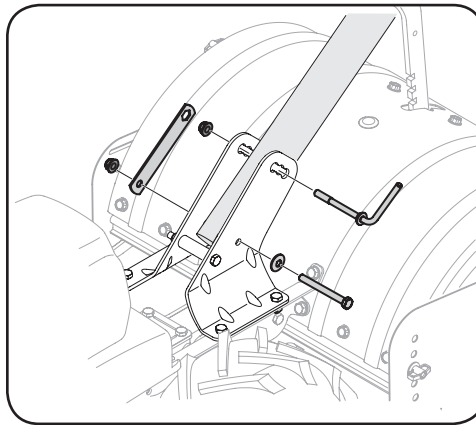

Figure 3-7
3. Instale la varilla de ajuste de la manivela en el orificio superior del soporte de montaje del lado izquierdo del manillar, asegurándola con la otra tuerca de seguridad retirada anteriormente. Coloque el extremo hexagonal del soporte de retención sobre la tuerca de seguridad con brida. Vea la Figure 3-7.